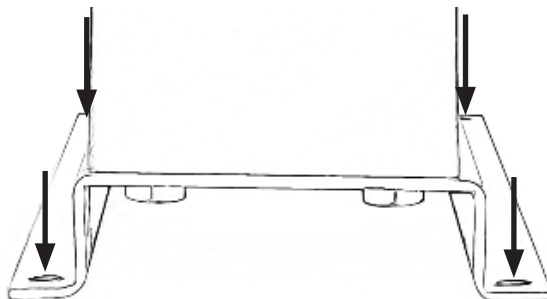

Bild 2
- Använd de fyra fästhål i maskinens bottenplatta för att montera den säkert. (Bild 2)